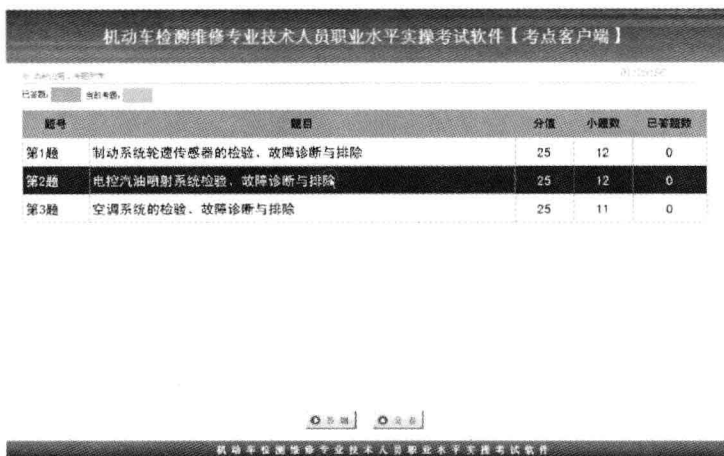

图1-8 考题列表界面
(5) 开始考试。考生阅读考生须知后, 点击“确定”按钮, 进入考题列表界面, 如图1-8所示。